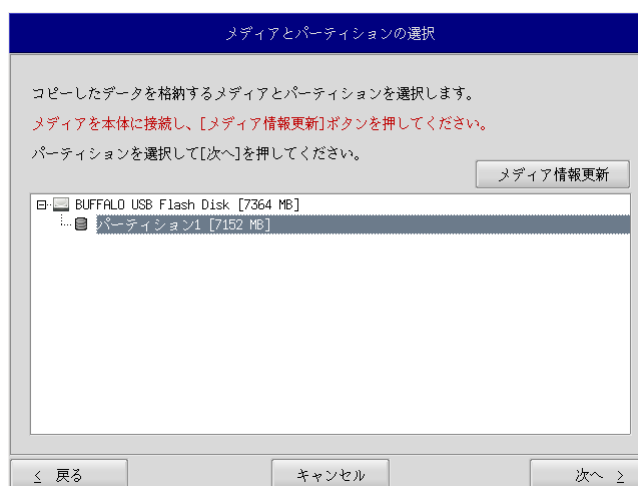

図 5-3-2. メディアとパーティション選択画面
- ④ メディアとパーティション選択画面（図 5-3-2）が表示されます。本体にバックアップ USB を接続し、[メディア情報更新] ボタンを押してください。バックアップファイルを保存するバックアップ USB のパーティションを選択し、[次へ] ボタンを押します。